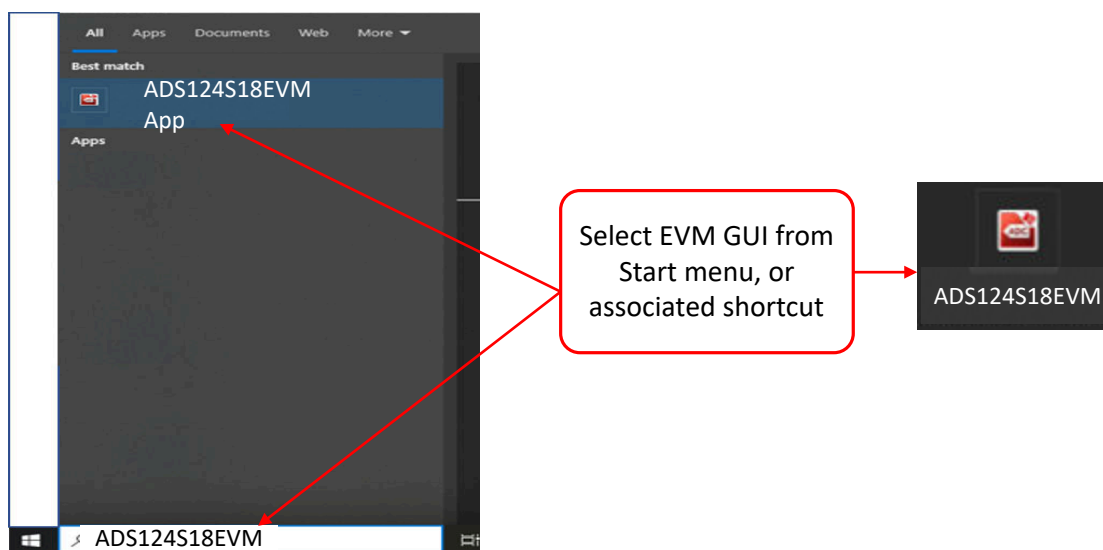

図 4-2. ADS124S18EVM GUI ソフトウェアの起動
5. スタートメニュー (図 4-2 を参照) またはインストールされたアイコンから、GUI ソフトウェアを起動します。GUI の右下隅にある **Connected** (接続済み) インジケータが緑色になっていることを確認します。これは、ADS124S18EVM および PAMB コントローラ カードが正常に接続され、GUI との通信が行われていることを示します。インジケータが灰色の場合、GUI の右上隅にある **Demo Mode** (デモモード) を確認し、このモードにチェックが入っていれば解除して、通常のリクエストモードに戻します。